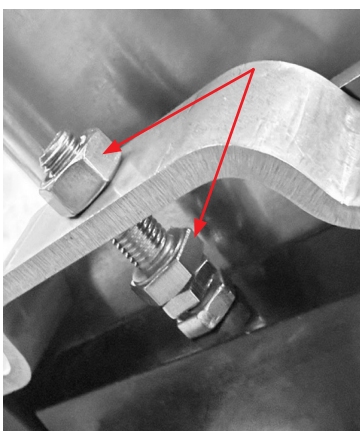

Figure 4-4.
2. Tournez la vis de réglage dans le sens horaire pour régler l'écart de l'accessoire de préparation culinaire à 0,15-1,54 cm (0,06-1,0 po) par rapport à la face de la lame (Figure 4-4).